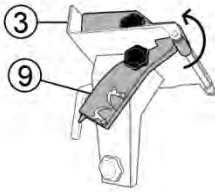

FIG 4. LIBERAR EL PISÓN
1.- Coloque el producto a cortar sobre el carro (3).
2.- Levante el pisón (9) y jálelo hacia Ud. para liberarlo. Sin forzarlo, gírelo en contra de las manecillas y posicónelo encima del carro (3), sobre el producto (Fig. 4).